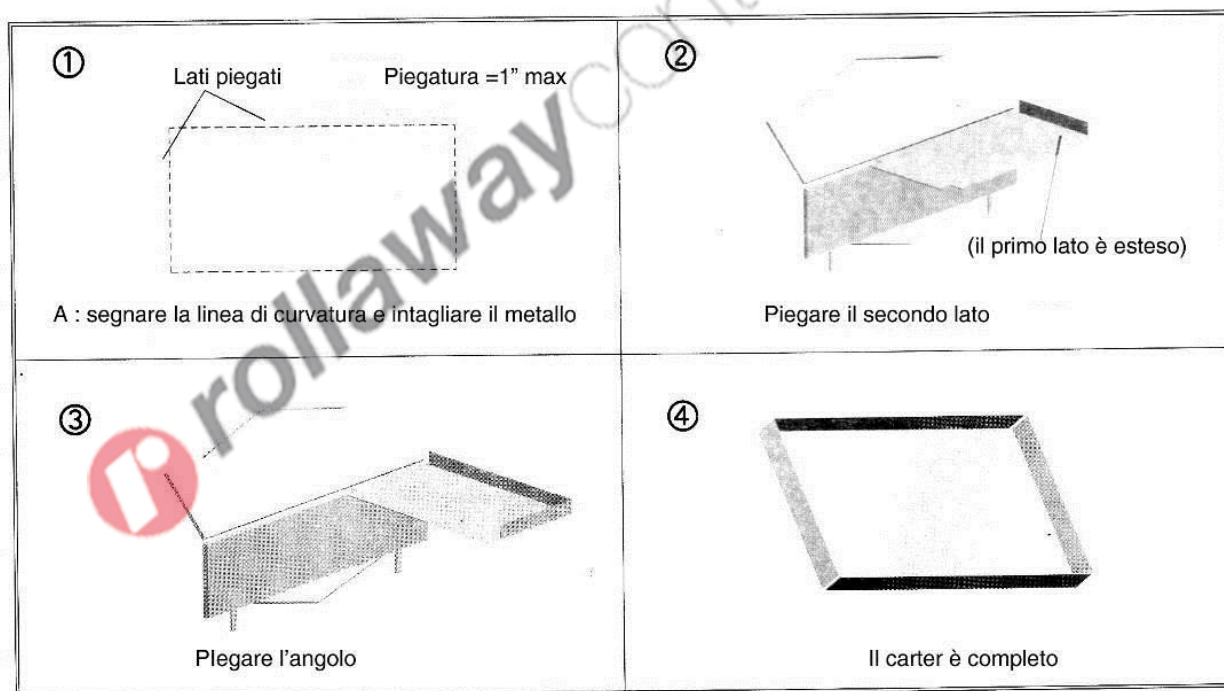

Figura 6 – Formatura di un carter.
- Misurare e tagliare il materiale prima della curvatura. Intagliare gli angoli secondo l'altezza dei bordi, come da Figura 6.
- Inserire il materiale fra gli utensili e la battuta. Piegare il materiale fino a raggiungere un angolo di 90°, come da Figura 6.
- Prima piega l'angolo più vicino alla metà della macchina, come da Figura 6 parte 3.** Questo permetterà al materiale di staccarsi dalla matrice superiore quando sale.